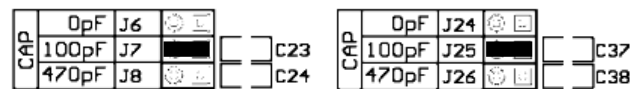

Figure 4: Réglage par défaut de la capacité de charge, canal gauche et droit
Il y a trois (3) réglages disponibles pour la charge capacitive: 0pF, 100pF et 470pF. Ces réglages correspondent aux supports de cavaliers J6, J7 et J8 (pour le canal gauche) et J24, J25 et J26 (pour le canal droit). Le réglage par défaut est de 100pF, les cavaliers sont donc aux positions J7 et J25. (Voir Figure 4)